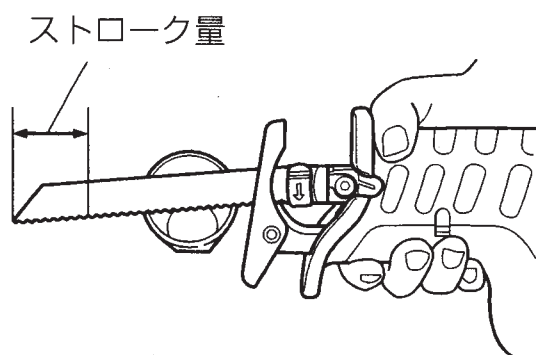

図 17
- のこ刃の長さは、図 17 に示すようにストローク量をさし引いたのこ刃のベースから飛び出し長さが、切断材料より十分大きくなるように選んでください。